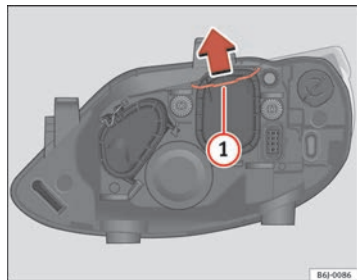

Abb. 134 Abblendlicht
- Die Strebe ⇒ Abb. 134 ① in Pfeilrichtung verschieben und den Deckel abnehmen.